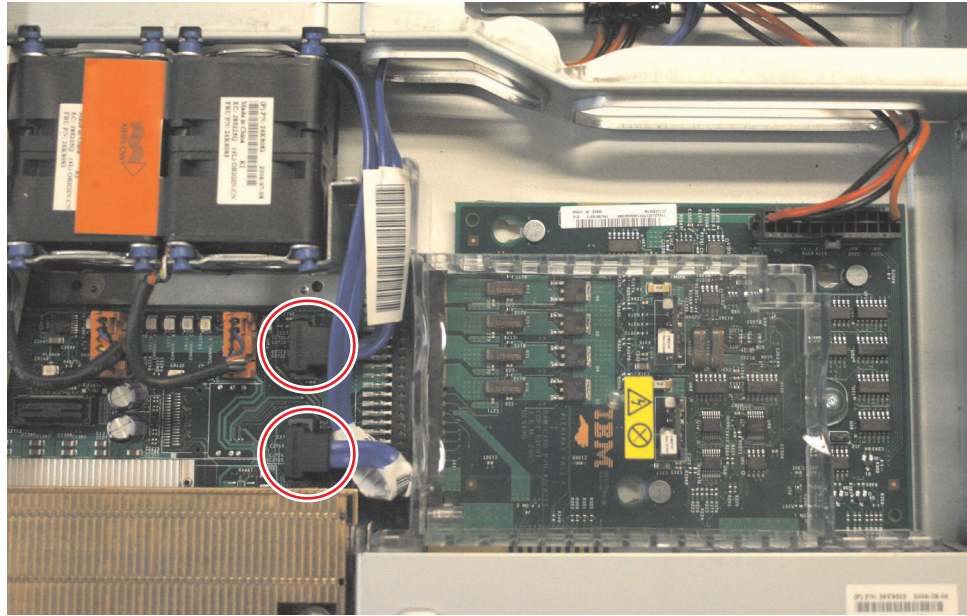

図 103. SAN ボリューム・コントローラー 2145-8G4 ディスク・ケーブル・アセンブリー コネクター
4. 電源機構バックプレーン・カードに電源ケーブルを再接続します。次に、システム・ボードに 2 本の青色の信号ケーブルを再接続します。132 ページの図 103 に示すように、左のケーブルはフロント・システム・ボードのコネクタに、右のケーブルは背面システム・ボードのコネクタに接続します。